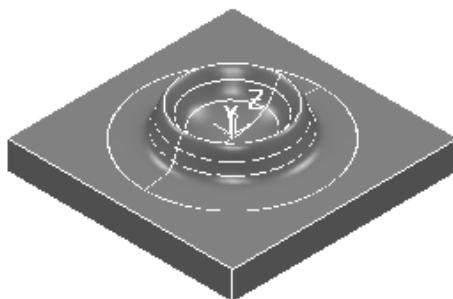

图 2-74 打开范例文件
- 2) 选择下拉菜单中的“文件”→“范例”命令，弹出“打开范例”对话框，选择“radius.dkg”（“随书光盘:\第 2 章\exercise9\uncompleted\radius.dkg”）文件，单击“打开”按钮即可，如图 2-74 所示。